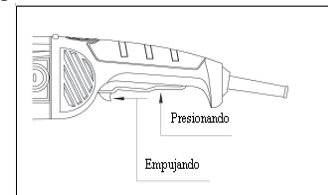

Figura 7
2) Encienda la herramienta presionando ligeramente el botón de encendido/apagado, luego presionado el gatillo de encendido/apagado ligeramente. (Vea figura 7)